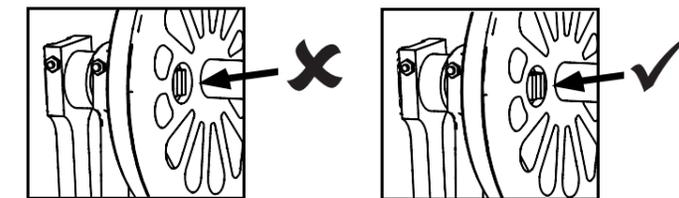

Abb. 10 Fig. 10
- setzen Sie die neue Bolzenhülse ein -> Abb. 2 und pressen Sie sie mit der beiliegenden Eindrückhilfe -> Abb. 3 / 4 bis zum Anschlag in das Rad ein (muss bündig mit der Radinnenseite sein -> Abbildung 10)